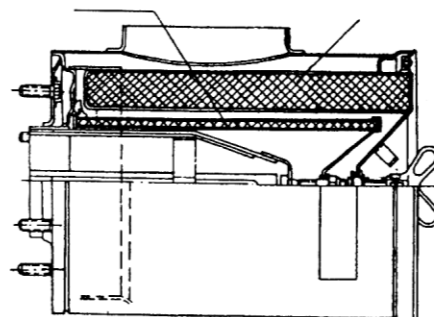

Рис. 5-5.
(1) Воздухоочиститель (см. рис. 5-5).